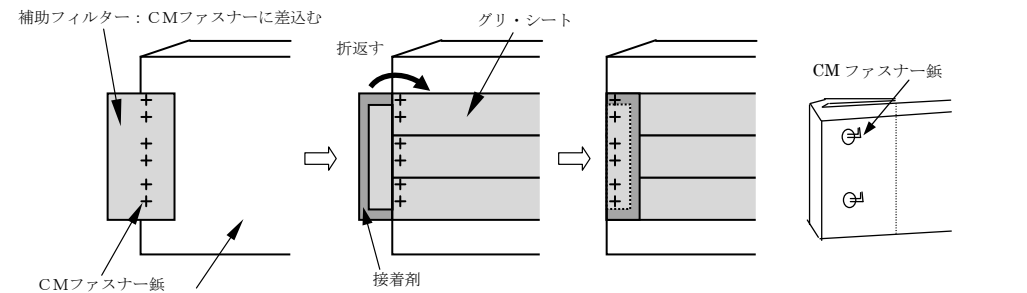

図 II-5 「グリ・シート」の両端部の処理
- (1) CMファスナー鋸の接着強度を確認した後、「グリ・シート」を墨出しに従い取付ける。(夏場3時間、冬場16時間程度経過を目安とする。)
- (2) 補助フィルターを左右両端部のCMファスナーに取付ける。(図 II-5)
- (3) 「グリ・シート」の取付けは、擁壁側のフィルター耳が上を向くようにしてCMファスナー鋸に差し込み、スプリングワッシャーで押さえ込んだ後、ピン先を折り曲げて固定する。この時、上段「グリ・シート」のフィルター耳を差し込んでからスプリングワッシャーで止める。
- (4) 芯材を直接突合わせて下段から順々に上段に向かって「グリ・シート」を取付けていく。
「グリ・シート」の両端部から土が入り込まないように補助フィルターで覆い、接着剤で止める。接着剤の塗布量は5mm幅(10ml/m)で塗布する。または「グリ・シート」をあらかじめ20cm程度長く張付けておき、長い部分の芯材を切り取り、余ったフィルターを折り曲げ処理する。(図 II-5)